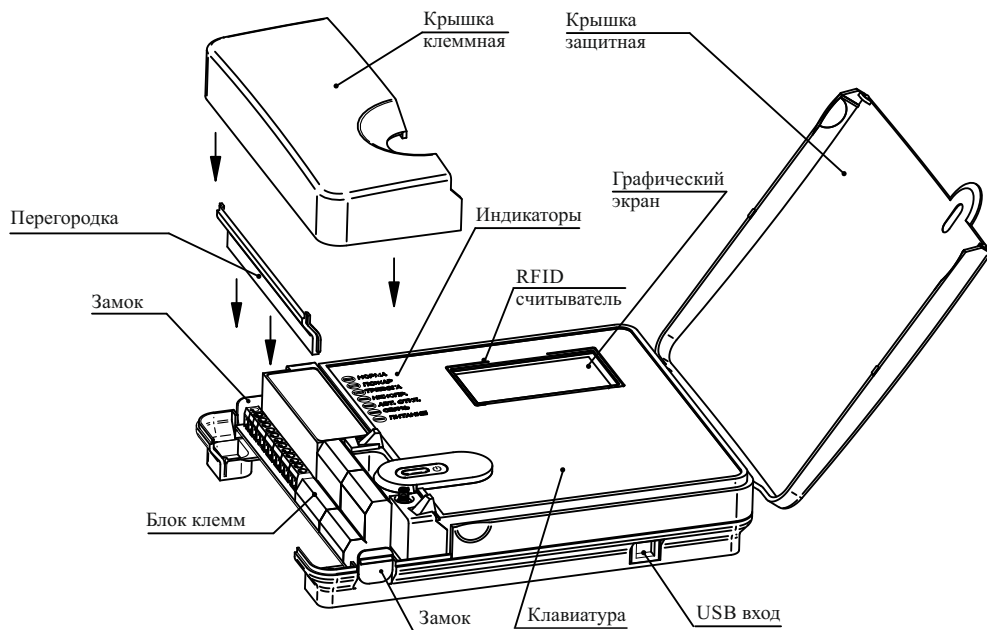

Рисунок 10
- б) обеспечить доступ к клеммникам прибора, для чего необходимо (рисунок 10):